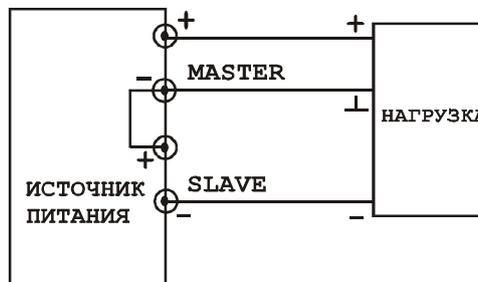

Рис. 6.4. Подключение нагрузки к источнику положительного/ отрицательного напряжения
- При необходимости питать нагрузку одновременно напряжением положительной и отрицательной полярности подключение произвести в соответствии с рис. 6.4. В этом случае выходное напряжение соответствующей полярности будет изменяться от 0 до номинального значения.